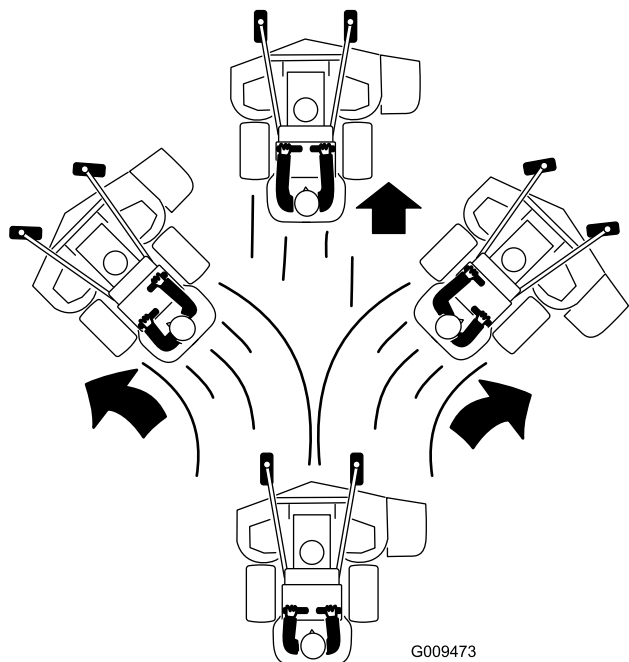

Figura 21
4. Spingete lentamente in avanti le leve di controllo del movimento (Figura 21).